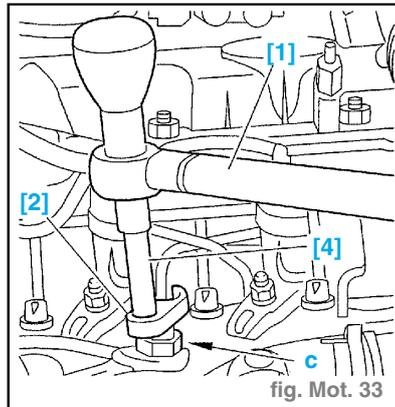

fig. Mot. 33
- Appliquer un contre-couple en «c». (fig. Mot. 33)